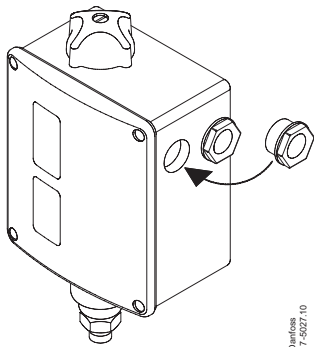

Fig. 6
A set of Pg13.5 cable gland is attached to the RT in a separate bag. To ensure IP66 (units with automatic reset) or IP54 (units with external reset) grade of RT enclosure it is necessary to assemble this gland as shown in the fig. 6. If this gland is not used with a cable, a metal blinding should be also assembled.
Et sæt Pg13,5 kabelforskrining er vedlagt produktet i en separat pose. For at sikre kapslingsgrad IP66 (enheder med automatisk reset) eller IP54 (enheder med ekstern RESET) er det nødvendigt at montere denne kabelforskrining som vist i fig. 6. Hvis denne kabelforskrining ikke bruges sammen med et kabel, bør der monteres en blindprop (metal skive). Benyt monteringshullerne 25. Termostaten monteres på væggen i det rum, hvor temperaturen skal reguleres. Benyt monteringshullerne (25). Den anbringes, så dens føler er i god kontakt med den cirkulerende rumluft. Dog må føleren ikke blive direkte påvirket af f.eks. luftstrømmen fra en ven-tilator. Placering i nærheden af en dør skal undgås, da åbning og lukning af denne medfører falske temperatursvingninger omkring føleren.
Die Kabelverschraubungen PG13,5 sind in einem separaten Beutel verpackt. Zum Erreichen des IP66 Schutzgrades (Geräte mit automatischen Reset) oder IP54 (Geräte mit externen Reset) ist eine Montage dieser Verschraubung notwendig, (siehe Abb. 6). Wenn diese Kabelverschraubung nicht benötigt wird ist ein Metall Blindstopfen zu verwenden.